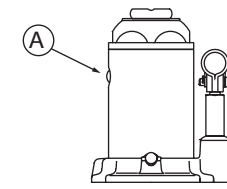

Fig.8
3. Demonteer de bijvulplug (Fig. 8, A) die op het oliereservoir zit.
3. Rimuovere il tappo di riempimento (Fig. 8, A) dal serbatoio dell'olio.
3. Desmontar o bujão de enchimento (Fig. 8,A) que se encontra no depósito do óleo.